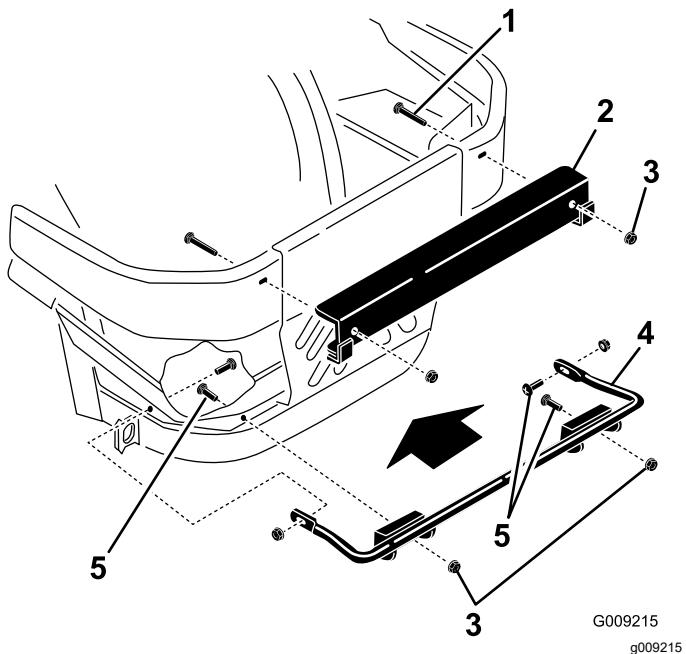

Figura 6
1. Instale el soporte de montaje inferior en el bastidor de la máquina con 4 pernos de cuello cuadrado (3/8" x 1 1/4") y 4 tuercas con arandela prensada (3/8"), según se muestra en Figura 6.
2. Instale el soporte de montaje superior en los parachoques laterales derecho e izquierdo con 2 pernos de cuello cuadrado (1/2" x 2 1/2") y 2 tuercas con arandela prensada (1/2"), según se muestra en Figura 6.